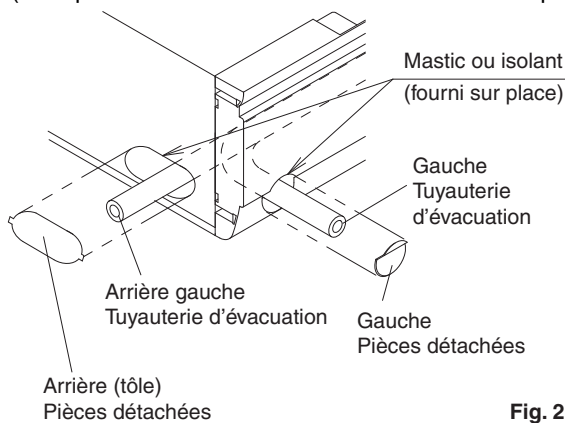

Fig. 21
(1) Effectuez l'évacuation de la tuyauterie.
- La tuyauterie d'évacuation peut être raccordée à l'aide des consignes suivantes : Pour le côté arrière droit / côté droit, reportez-vous à la Fig. 18 du "6. TRAVAUX DE TUYAUTERIE DE FLUIDE FRIGORIFIQUE", et pour le côté arrière gauche / côté gauche, reportez-vous à la Fig. 21.